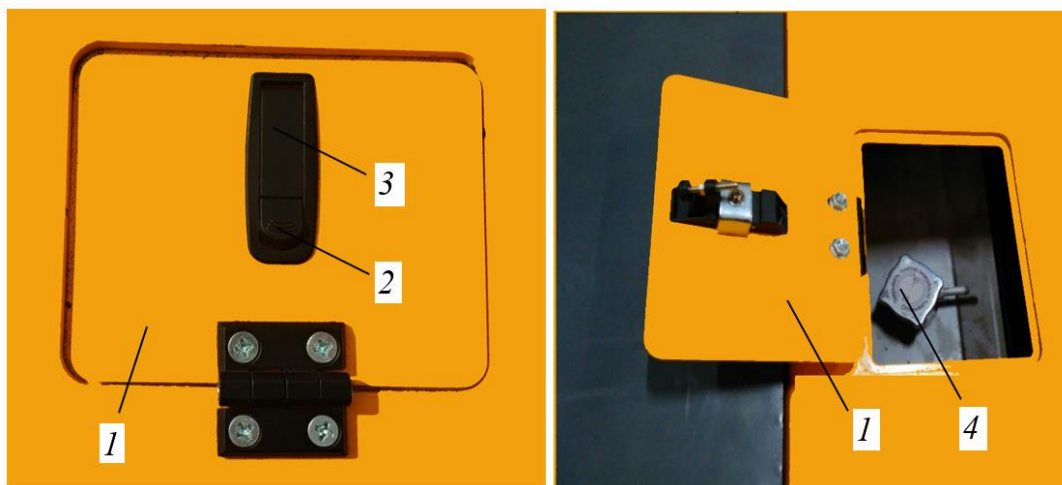

Рисунок 3.69. Лючок в лобовине рамы
- ▶ Открыть крышку лючка в лобовине рамы см. рис. 3.69.
Для открытия лючка необходимо нажать на фиксатор замка 2, поднять вверх до упора замок крышки лючка 3, открыть крышку лючка 1, как показано на рис. Рисунок 3.69 справа.
- ▶ Осторожно приоткрыть крышку наливной горловины 4, рис.3.69, повернув ее против направления часовой стрелки.
- ▶ Открыть крышку наливной горловины 4, рис. 3.69.